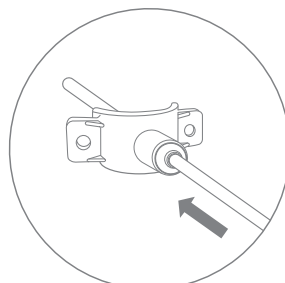

Рис. 31
- Вставьте трубку красного цвета (рис. 31) вторым концом через хомут в просверленное отверстие на 7...10 мм.